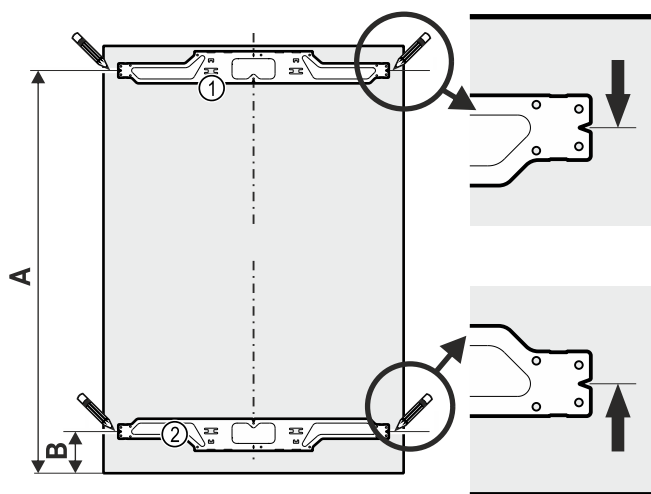

Fig. 32
- Atzīmējiet līniju atstatumā Fig. 32 (A).
- Atzīmējiet līniju atstatumā Fig. 32 (B) no mēbeles priekšējās daļas apakšpusē.
- Nolīmeņojiet augšējo stiprinājuma leņķi Fig. 32 (1) atbilstoši atstatumam Fig. 32 (A) un uzstādiet ar vismaz sešām skrūvēm 4x14.
- Nolīmeņojiet apakšējo stiprinājuma leņķi Fig. 32 (2) atbilstoši atstatumam Fig. 32 (B) un uzstādiet ar vismaz sešām skrūvēm 4x14.